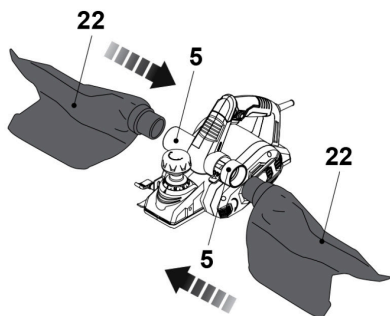

Рис. 2
Установите мешок-пылесборник (22) на патрубок системы пылеудаления (5). Когда мешок наполнится наполовину, отсоедините его от рубанка и опорожните, расстегнув молнию (Рис. 2).